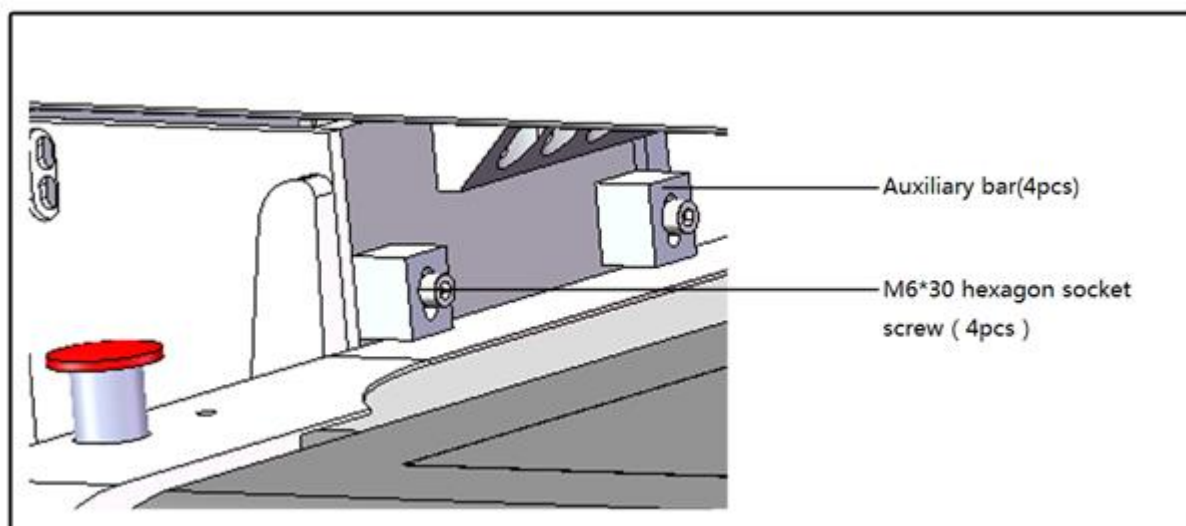

Рис. 4
- Ослабьте винты M6x30, переместите вспомогательные бруски вверх и затяните винты M6x30 (Рис. 4).